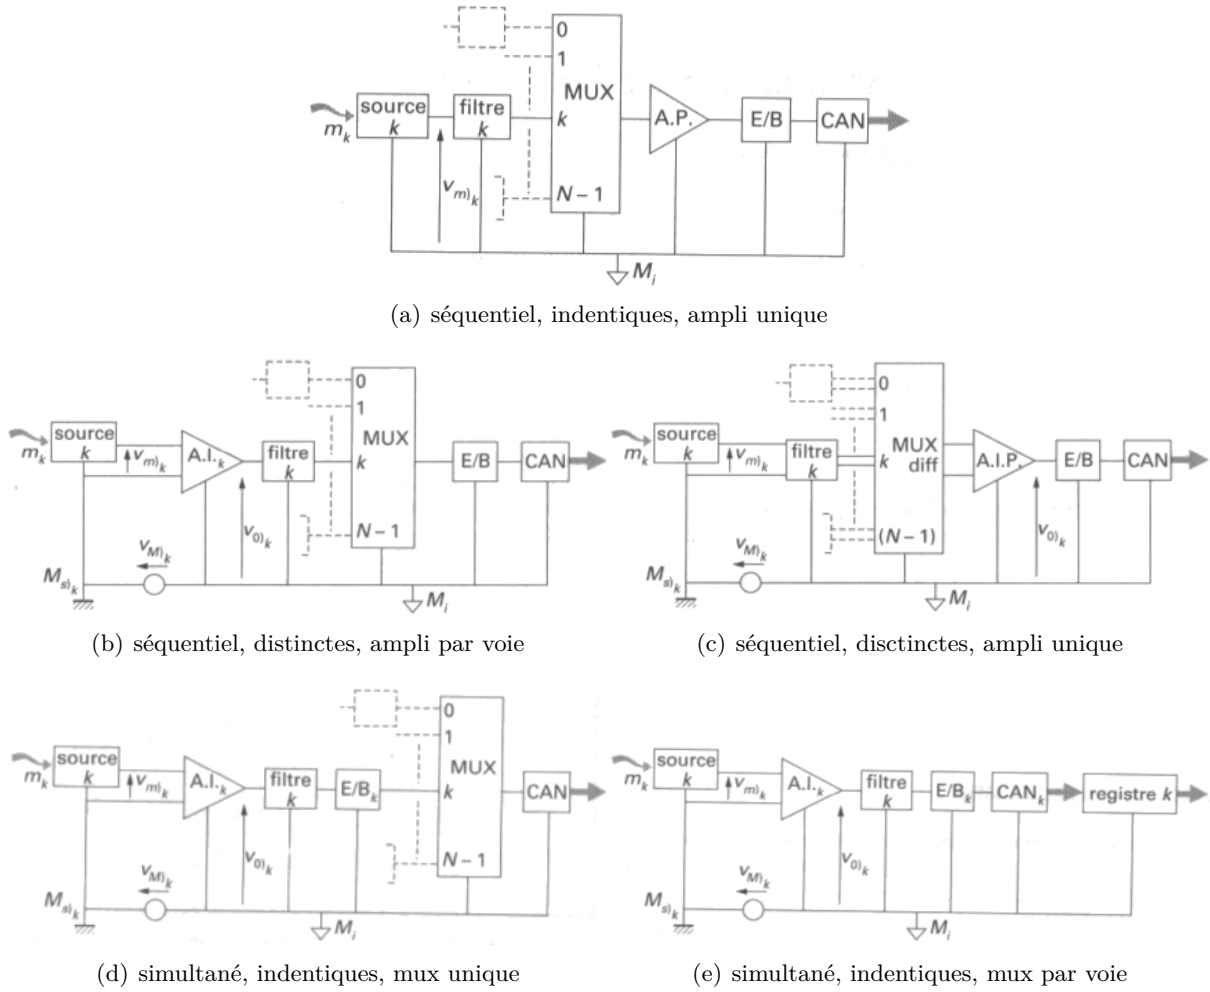

FIGURE 6.2 – Type de structure de chaîne d'acquisition
- ii. 1 ampli unique : ampli asymétrique (gain programmable) et multiplexeur unipolaire (Figure 6.2(a))
- i. 1 ampli par voie : ampli différentiel (gain fixe, ampli d'instrumentation) et multiplexeur unipolaire (Figure 6.2(b))
- ii. 1 ampli unique : ampli différentiel (gain programmable) et multiplexeur bipolaire (Figure 6.2(c))
- i. 1 CAN unique : $T_{ech} \geq N$ conversion A/N (Figure 6.2(d))
- ii. 1 CAN par voie : une chaîne complète par voie, plus rapide car $T_{ech} \geq 1$ conversion A/N (hyp : conversion bcp + lente que lecture) (Figure 6.2(e))